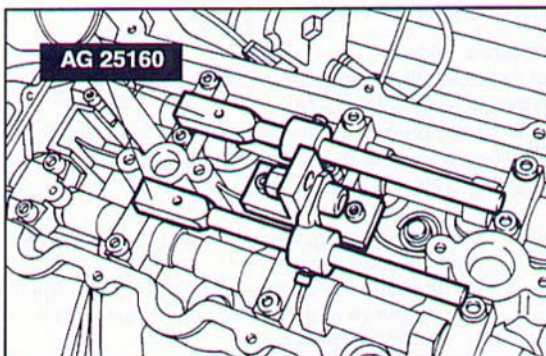

Fig. 284 ▲
- sistemare gli attrezzi portacomparatori AG 25160 e fissarli sulle teste cilindri con due brugole (Fig. 284);
- position the dial gauge bearing tools AG 25160 and fasten to the cylinder heads with two Allen screws (Fig. 284);